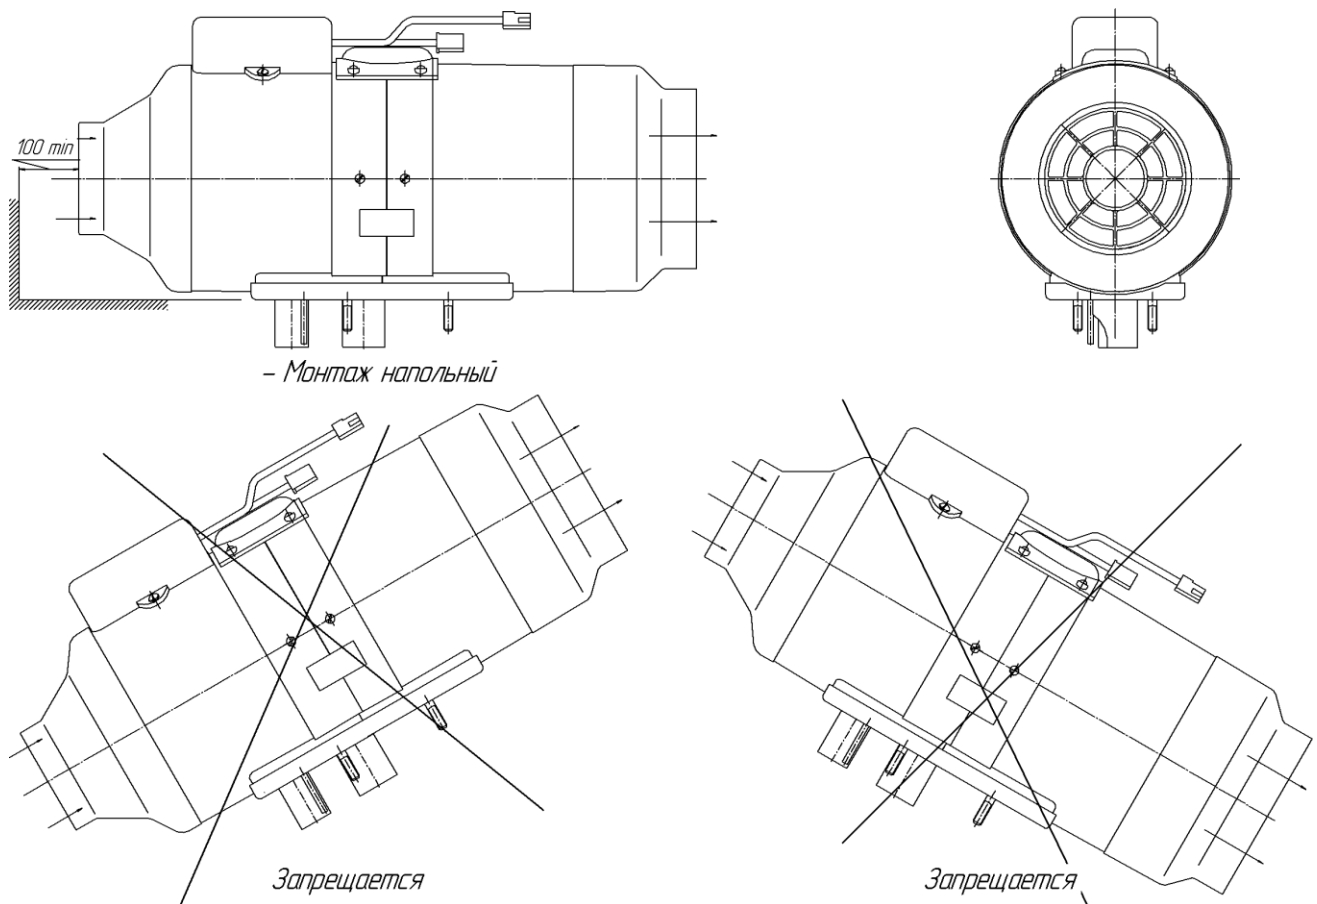
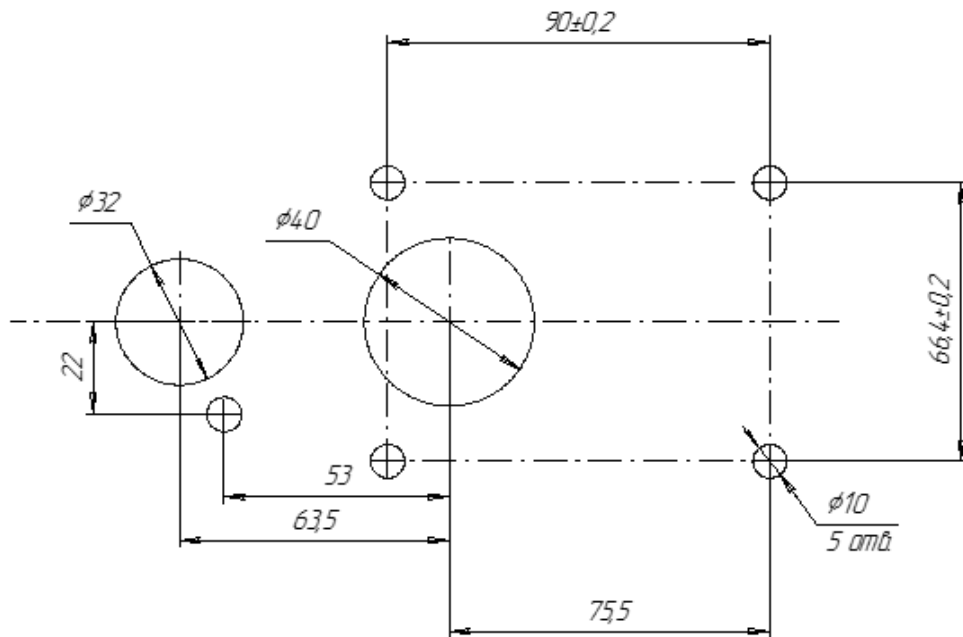

Рис.8.1 – Установка нагревателя
Рис. 8.2 – Монтажные отверстия для установки нагревателя
Монтаж нагревателя производить в соответствии с рис.8.1. Опорная поверхность для отопителя должна быть ровной. Входное отверстие нагревателя должно располагаться таким образом, чтобы в обычных рабочих условиях не могли попадать выхлопные газы двигателя автомобиля и отопителя. Расстояние от стенок, перегородок до торца входного отверстия нагревателя должно быть не менее 100 мм (см. рис.8.1). Расстояние от стенок, перегородок до торца выходного отверстия нагревателя должно быть не менее 250 мм. При монтаже и эксплуатации нагревателя необходимо предусмотреть защиту от попадания посторонних предметов во входное и выходное отверстия. Монтаж нагревателя проводить с учетом доступности демонтажа нагревателя, что приведет в конечном итоге к быстрому техническому обслуживанию. При монтаже нагревателя проверьте, чтобы его корпус не имел контакта как с полом так и с другими частями кабины или обитаемого отсека. Отверстия в корпусе АТС (при толщине корпуса (пола) не более 3 мм) для монтажа нагревателя производить согласно рис. 8.2.
**ВНИМАНИЕ !!** Надежная работа отопителя зависит от правильного монтажа нагревателя. Нагреватель должен устанавливаться горизонтально согласно рис.8.1.